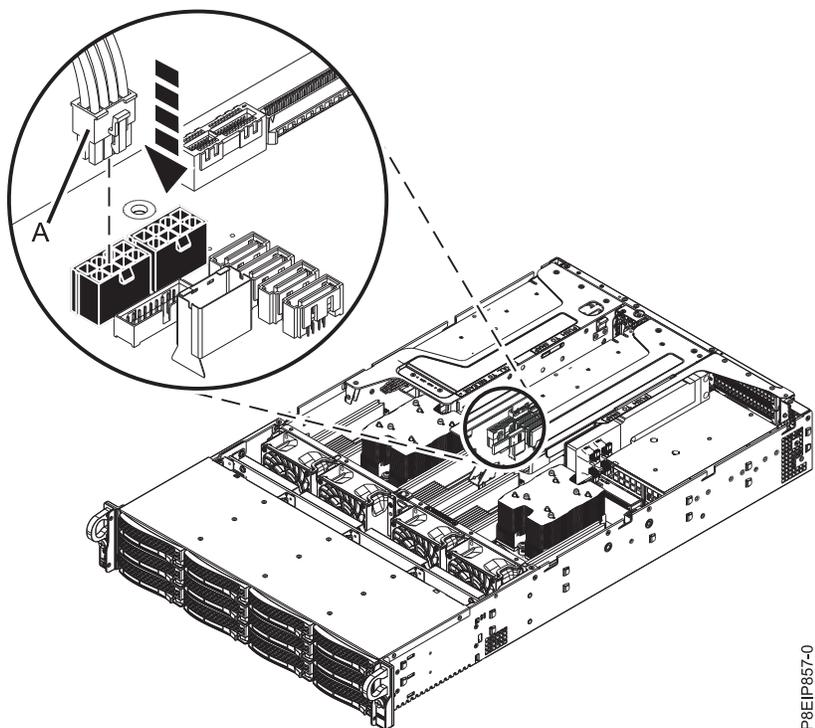

Figura 51. Substituindo o cabo de energia da GPU
- d. Se o riser contiver uma GPU, conecte o cabo de energia da GPU (A) no painel traseiro do sistema conforme mostrado na Figura 51 na página 44.